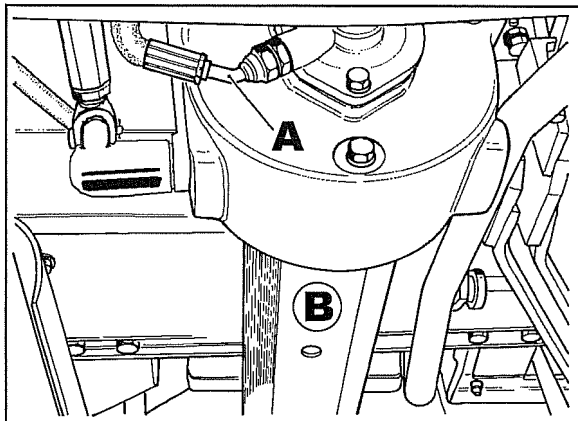
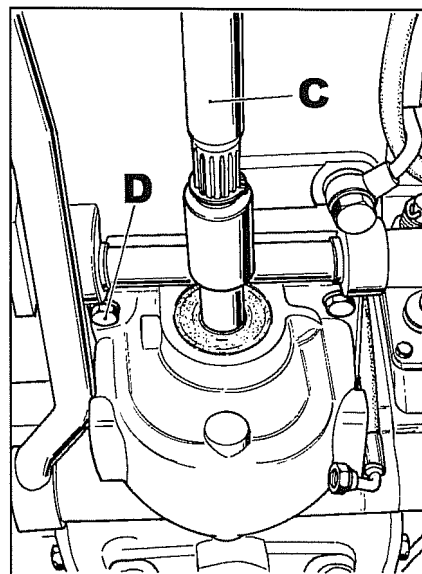

Fig. 1
Fig. 2
- 2 Desprender o tubo de envio de óleo **A** fig. 1, tirar a protecção **B** e desprender o veio de transmissão **C** fig. 2.
- 4 Tirar a caixa de dupla tracção mediante os 4 parafusos **D** fig. 2.